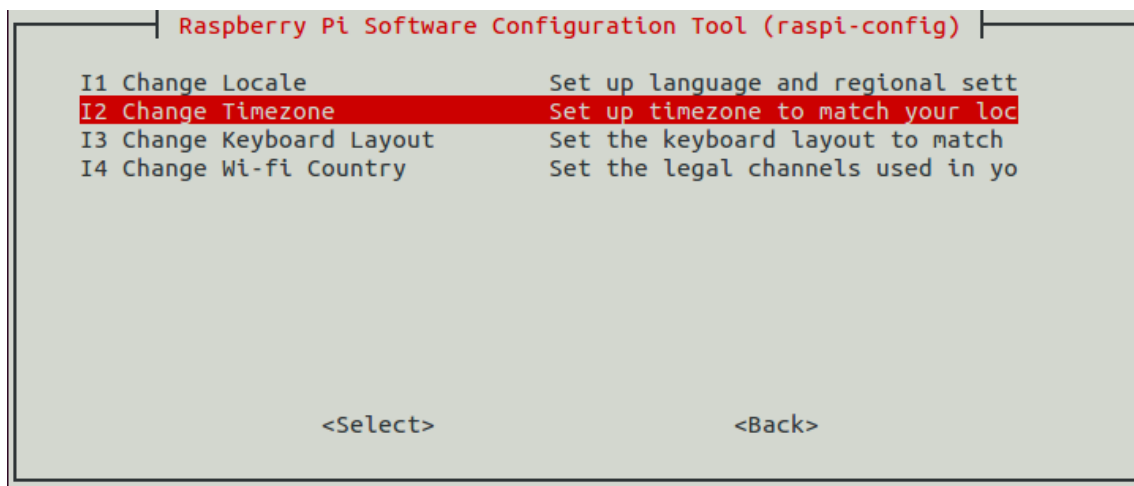

Figura 18.18: Tela do RaspiConfig
2. Selecione a opção I2 para configurar o fuso horário(Figura 18.18):